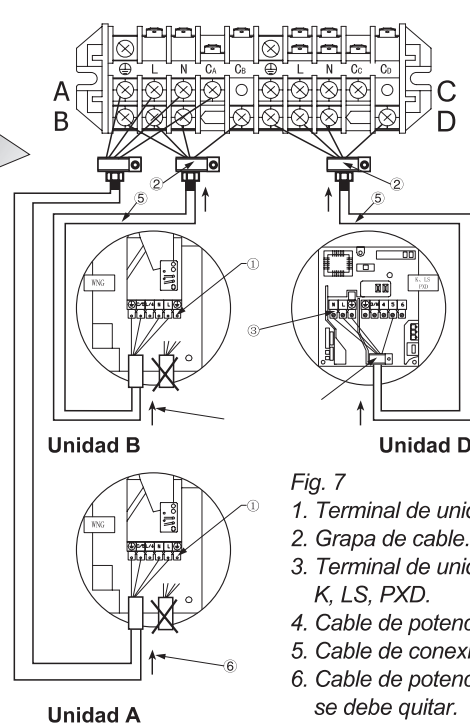

Fig. 7
4. Conecte los extremos del cable a los terminales de las unidades de interior y exterior, como se muestra en la fig. 7. Seleccione la correspondiente conexión de acuerdo con las diferentes unidades de interior.